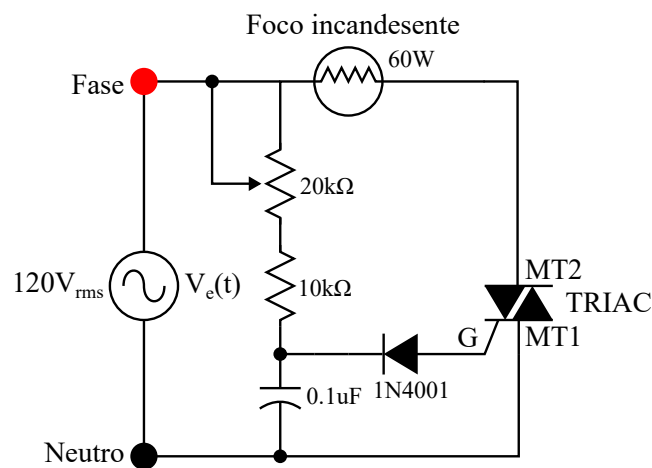

Fig. 8.7
8. Invierta el diodo, de la manera que se observa en la Fig. 8.7. Conecta el circuito a la línea.